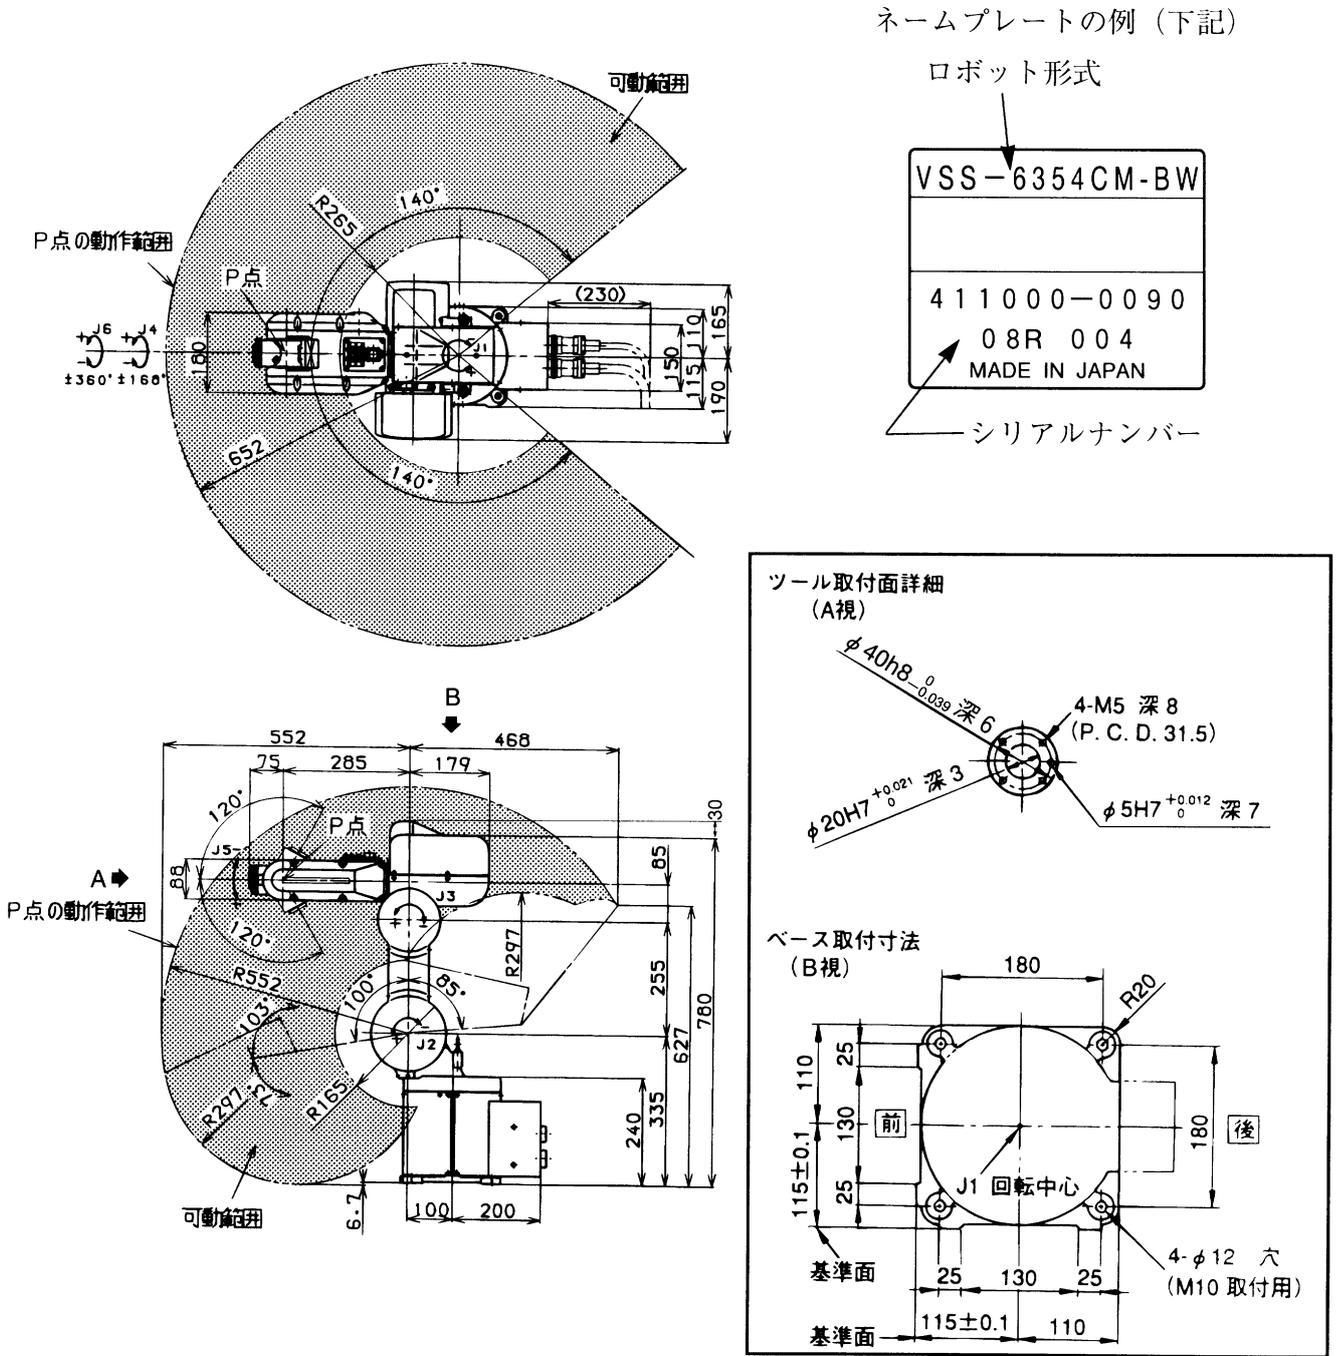

図1-8-7 外形寸法と可動範囲 (VSS-BW型)
(2) VS-Cシリーズロボット VS-Cシリーズロボットの外形寸法と可動範囲を図1-8～図1-8-7に示します。